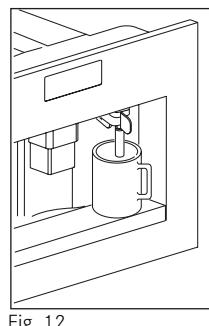

Fig. 12
- ▶ Placer un récipient sous le bec à eau (Fig. 12).